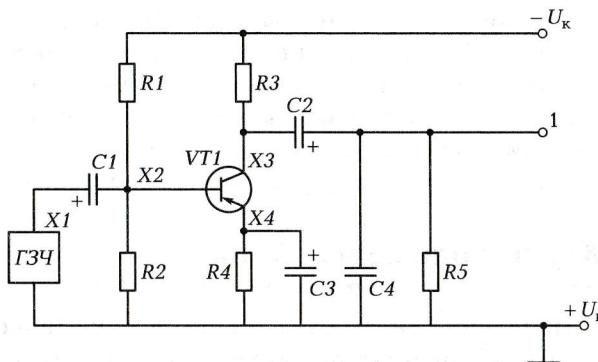

Рис. 3.13. Схема усилителя на одном транзисторе
1. Соберите на макетной плате схему в соответствии с рис. 3.13.